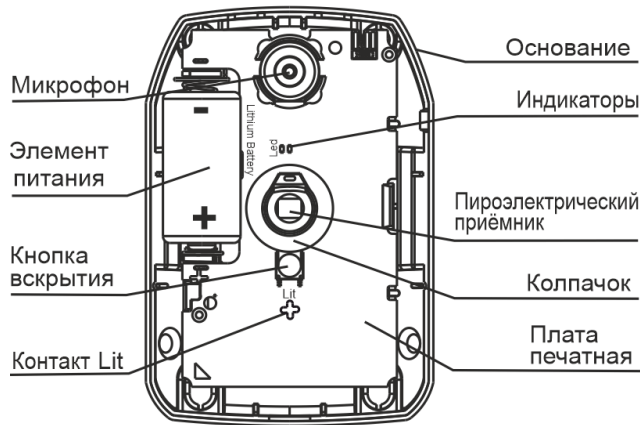

Рисунок 3
**5.1** Конструктивно извещатель выполнен в виде блока, состоящего из основания и съемной крышки. Внутри блока смонтирована печатная плата с радиоэлементами (рисунок 3).
| <p>2 Выдернуть изолятор ЭП или установить ЭП, соблюдая полярность (см. рисунок 3) и в течение 60 с дать извещателю выйти в дежурный режим.Для замены ЭП вынуть старый ЭП и через время не менее 20 с установить новый</p> |   |